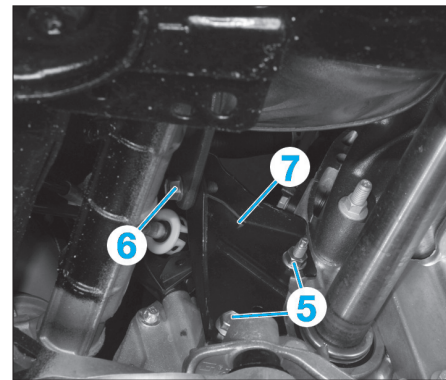

Fig. 4
- Desserrer les fixations (5) (Fig.4).
- Déposer la vis (6) puis le support amont (7) du catalyseur.